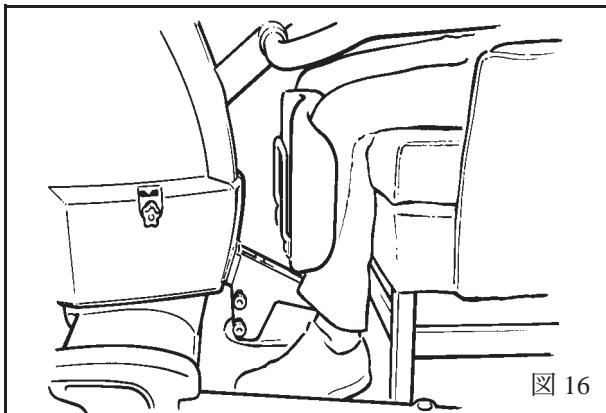

図 16
6. リフトを注意深く患者に近づけ、下肢全体をプロアクティブパッドにあてます。(図 16 を参照)